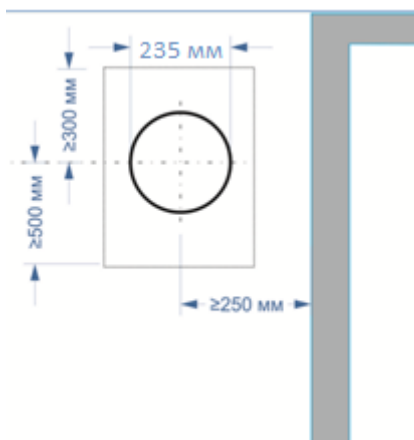

Рис.7
- Центр отверстия должен находиться на расстоянии не менее 270 мм от края окна (рис. 7)